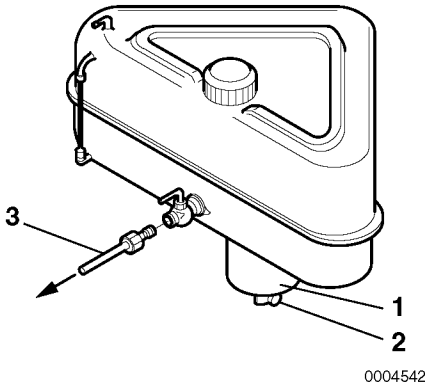

Abbildung 2
Montieren Sie einen Ablasshahn (**Abbildung 2, (2)**) am Boden des Kraftstofftanks, um Wasser und Schmutz aus der Absetztrommel zu beseitigen (**Abbildung 2, (1)**).